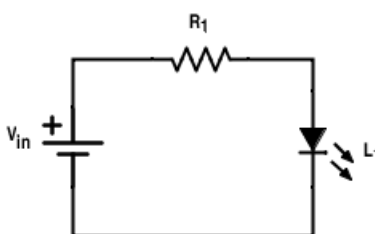

Figura 1: Circuito LED.
Considerando el circuito de la figura 1, suponemos que circula una corriente  $I$  en el sentido de las manecillas del reloj, aplicando LKV se obtiene la expresión (4), donde  $V_{R_1}$  y  $V_{L_1}$  corresponden al voltaje entre los extremos de la resistencia y el LED respectivamente. Aplicando la ley de Ohm se obtiene el valor que debe poseer la resistencia para cumplir con los requerimientos del LED.